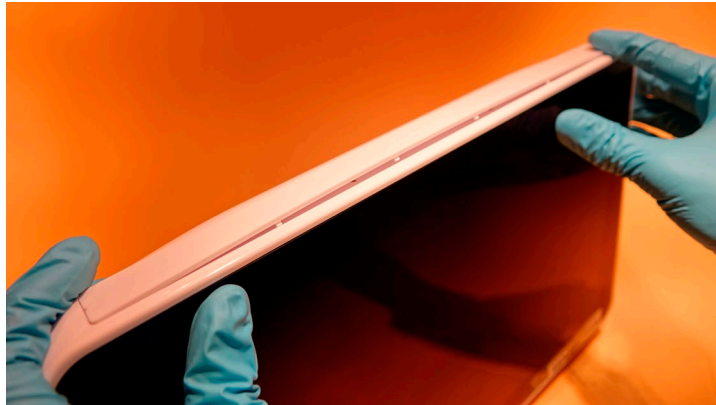

Abbildung 33 Einrasten der Typenschilder
f) Einrasten der Typenschilder (Abbildung 33)